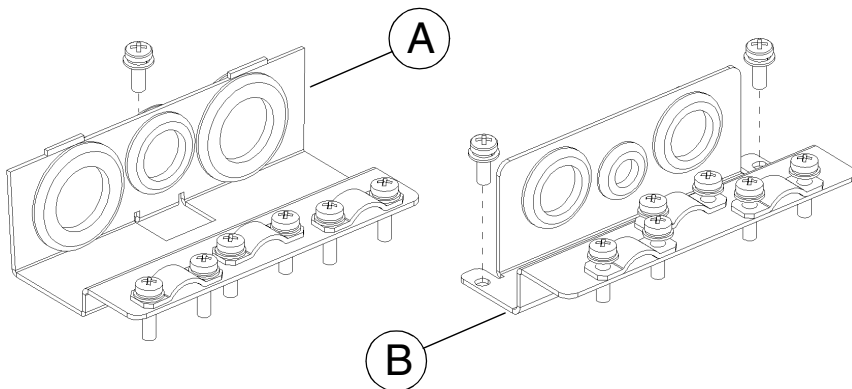

Figure 17 Plaques presse-étoupes pour les **câbles de puissance (A)** et les **câbles de commande (B)**, convertisseurs de fréquence en IP 21 / NEMA1.
Plaque presse-étoupes pour les câbles de commande (B), cf. Figure 17.